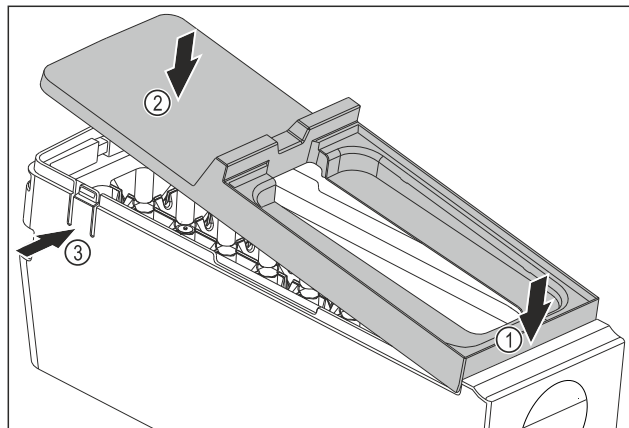

Fig. 114
- ▶ Montáž krytu korpusu EasyTwist-Ice: Nasadte kryt na přední stranu. *Fig. 114 (1)*
- ▶ Spusťte kryt vzadu dolů. *Fig. 114 (2)*
- ▷ Kryt slyšitelně zaklapne v obou lamelách *Fig. 114 (3)*.